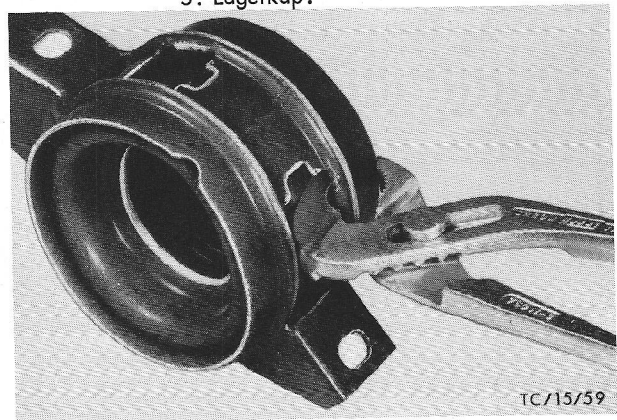

Fig.132 Buig de lipjes (6) voor het rubber lager om.
8. Buig met een tang de lipjes voor het rubber lager om (fig.132).